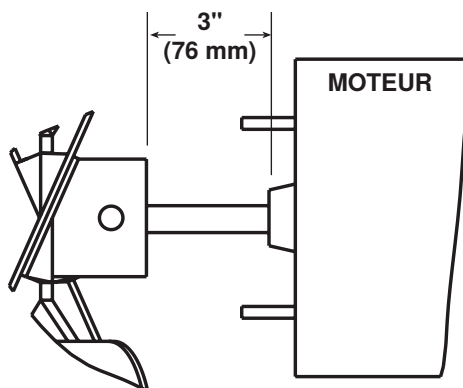

Figure 19. Positionnement et espacement de la roue du ventilateur
6. Assurez-vous que la roue du ventilateur est positionnée correctement sur l'arbre (voir **Figure 19**).